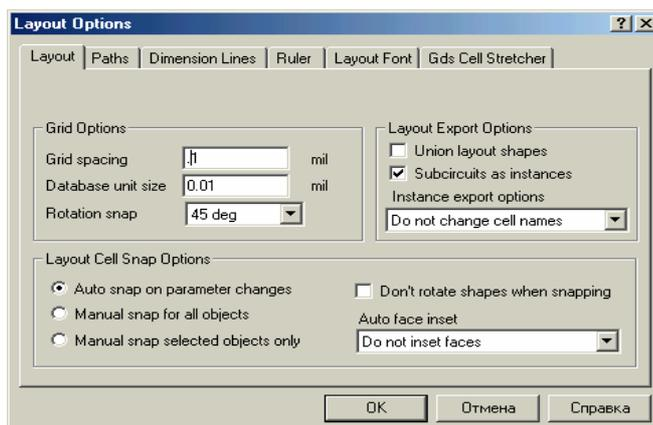

Рис. 4.2. Диалог установки опций топологии
1. Выберите **Options > Layout Options** (рис. 4.2)